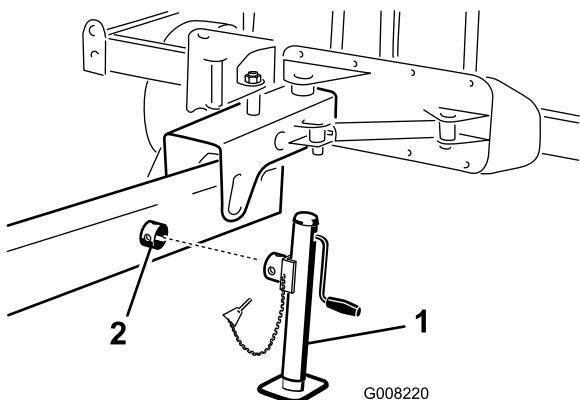

Рисунок 10
1. На стороне сцепного устройства вставьте подъемную опору в трубку подъемной опоры (Рисунок 10).
2. Поворачивайте подъемную опору до совмещения отверстий и закрепите соединение шплинтом с кольцом (Рисунок 10).